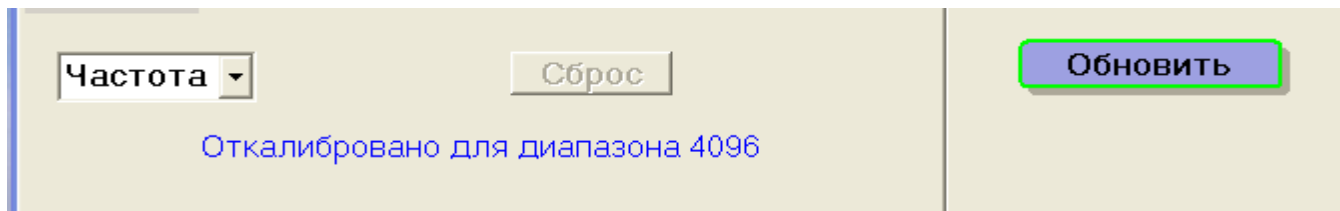

Рис. 7. Фрагмент окна «Калибровка» после нажатия кнопки «Сохранить»
2.2.6 Нажать кнопку «Сохранить». После нажатия кнопки «Сохранить» на поле монитора должна появиться надпись «Откалибровано для диапазона XXXX» о максимальном диапазоне вывода данных в кодах в штатном режиме работы — см. рис. 7. Возможные значения диапазона 1024, 2048, 4096. Указанное в надписи максимальное значение диапазона вывода может быть установлено для датчика в п.5.5 настоящей инструкции.
**ВНИМАНИЕ: запрещается выбирать значение диапазона вывода данных в коде выше, чем предельное значение диапазона кода, которое было определено ПО при калибровке датчика, пример которого приведен в окне на рис. 7.**